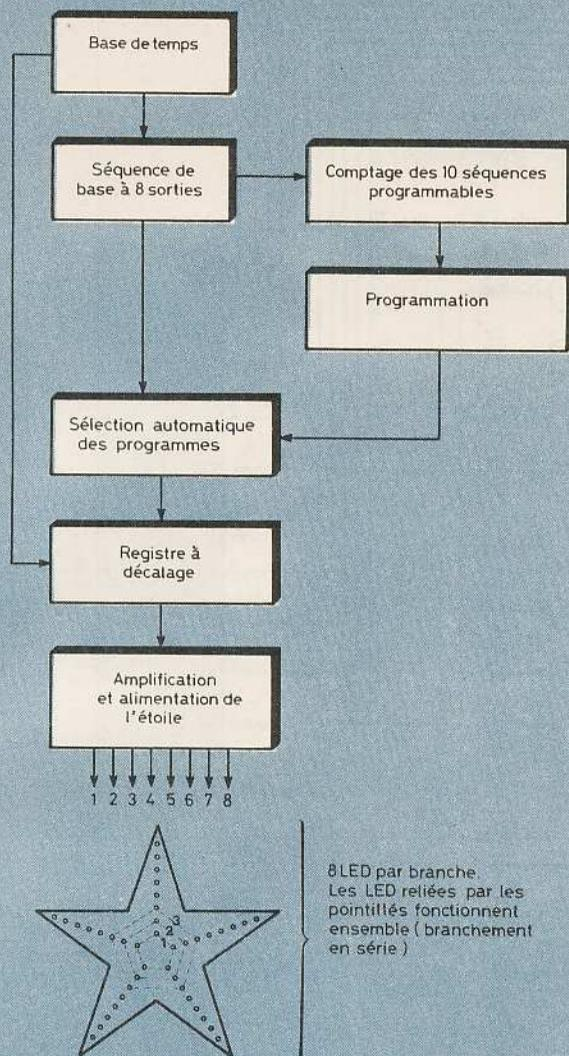

Fig. 1. — Synoptique complet de l'étoile lumineuse pourvue de cinq branches comportant chacune huit LED rouges.
Il s'agit d'une étoile à cinq branches dont chacune comporte huit LED rouges de diamètre 3 mm. L'étoile comprend ainsi 40 LED « commandables » séparément par groupe de cinq, ce qui porte le dispositif à huit entrées séparées. Il est donc possible d'allumer par exemple les « nième » LED de chaque branche et de manière simultanée (voir la figure 1 qui schématise le branchement de ces LED).
b) Le principe (fig. 1)